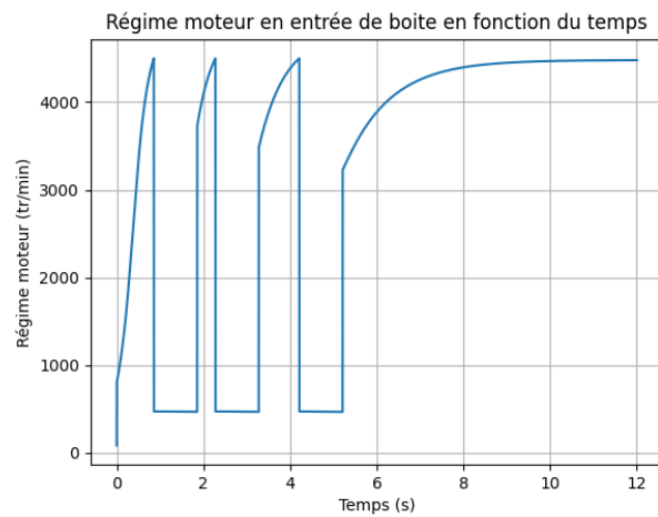

FIGURE 6 – Régime moteur en fonction du temps
- Le pilote accélère et quand le régime moteur arrive à un certain seuil (que nous avons fixé à 4300 tours/minute), il change de vitesse. Pour illustrer cela, nous avons tracé le régime moteur en entrée de boîte en fonction du temps sur la figure 6.